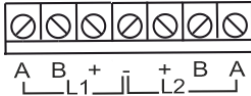

Рисунок 3
5.5 На плате ИКЗ размещены клеммники (см. рисунок 3) для подключения питания и входящей и исходящей частей АПС (см. таблицу 1).